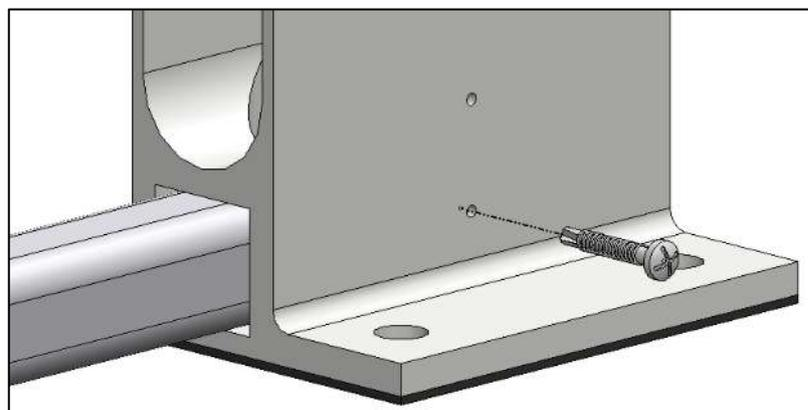

Fig. 12 – Instalación de tornillos de fijación del tubular del contrapeso al pie montante
5. Bloquear el tubular al pie del montante mediante tornillo V1 autoroscado (4,8x19), fig. 12.